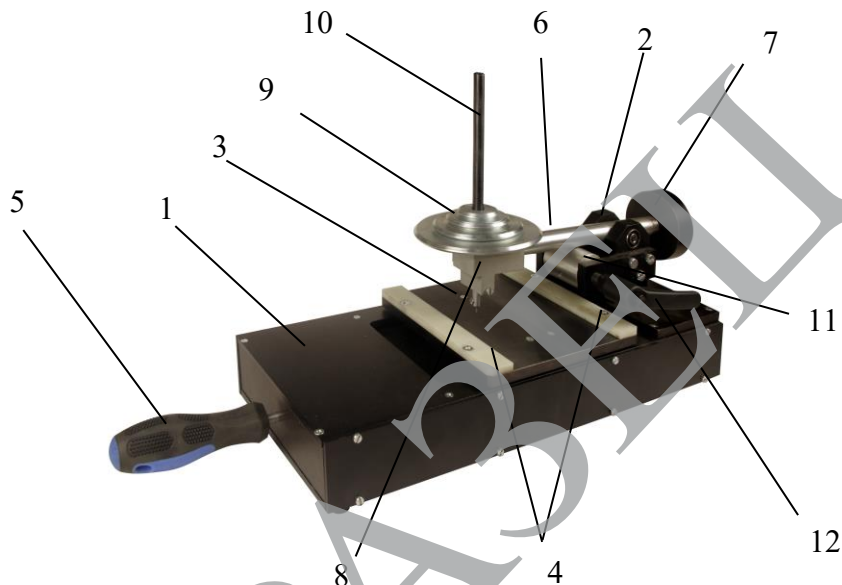

Рисунок 1- Внешний вид прибора
- основания (поз.1 рис.1) со стойкой (поз.2 рис.1);
- столика для испытаний (поз.3 рис.1) с ограничителями (поз.4 рис.1) и рукояткой (поз.5 рис.1);
- коромысла (поз.6 рис.1) с противовесом (поз.7 рис.1), стержнем (поз.10 рис.1), головкой с держателем и индентором (поз.8 рис.1), шарнирно закрепленного в стойке;
- грузов (поз.9 рис.1), надетых на стержень;
- эксцентрика (поз.11 рис.1) с ручкой (поз.12 рис.1), закрепленным на стойке.